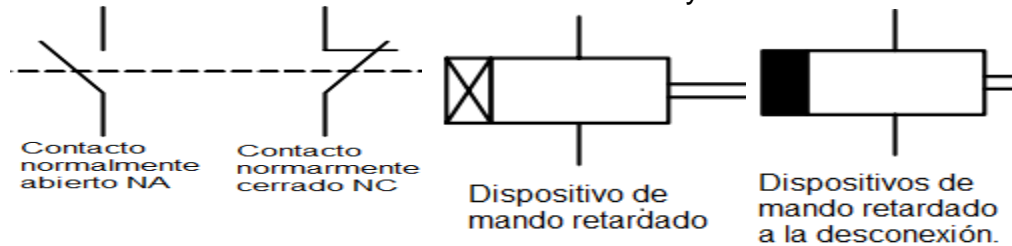

Figura 8. Unidad de temporizadores dobles.
La unidad que se observa en la figura 8, contiene un relé temporizador con retardo a la conexión y uno con retardo a la desconexión. Ambos relés pueden ajustarse indefinidamente utilizando el botón giratorio del potenciómetro. Incluye: 1 relé para retardo de arranque, 1 relé para retardo de desconexión, dispone de 2 contactos normalmente cerrados (tipo NC) es decir, "deja pasar la corriente", se hallan en un estado de espera o de reposo y 2 contactos normalmente abiertos (NA) es decir, "no deja pasar la corriente", se hallan en un estado de espera o de reposo. Tiene una barra de alimentación que está indicada con el color rojo, de igual manera una barra de voltaje negativo que está indicado en color azul.